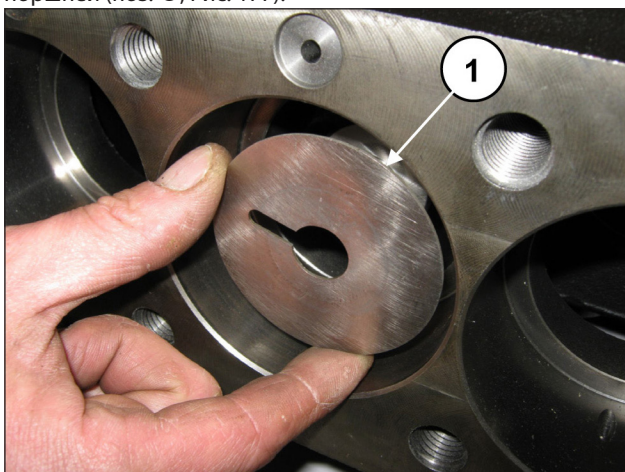

Рис. 177
Снимите брызгоотражательные кольца с направляющих поршней (поз. ①, Рис. 177).